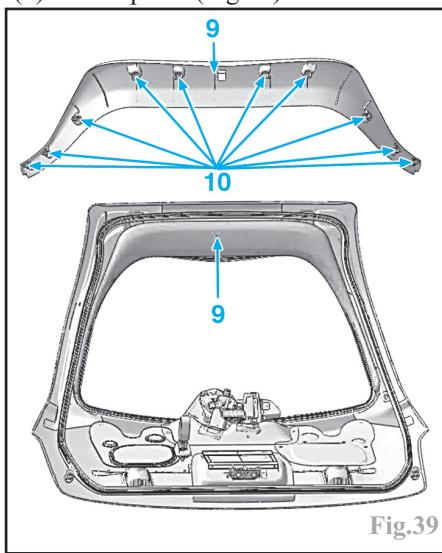

Fig.39
-dégrafer les fixations (10) de garniture (9) et la déposer (Fig.39).